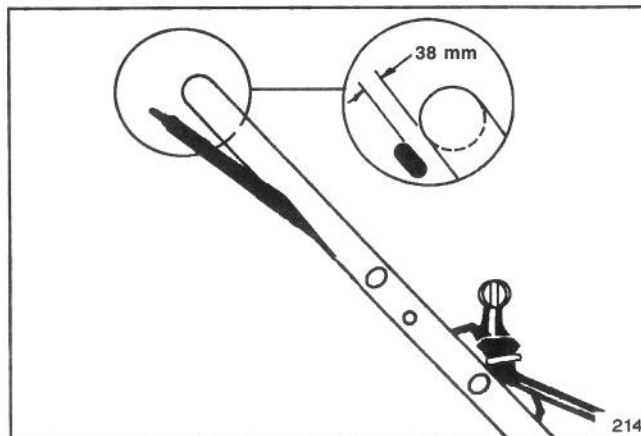

Abbildung 19
2. Antriebshebel anheben, bis Widerstand spürbar wird. Bei richtiger Justierung sollte der Abstand von Antriebshebel und Schiebestange 38 mm betragen (Abb. 19).